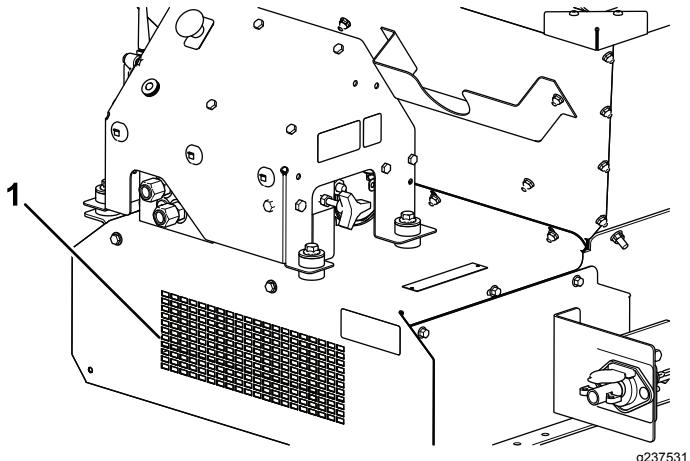

Bild 58
10. Ermitteln Sie den Reinigungsanschlussaufkleber vorne an der Maschine (Bild 57). Spritzen Sie mit einem Gartenschlauch durch das vordere Schutzgitter, bis die Bodenplatte kein Material mehr enthält (Bild 58).